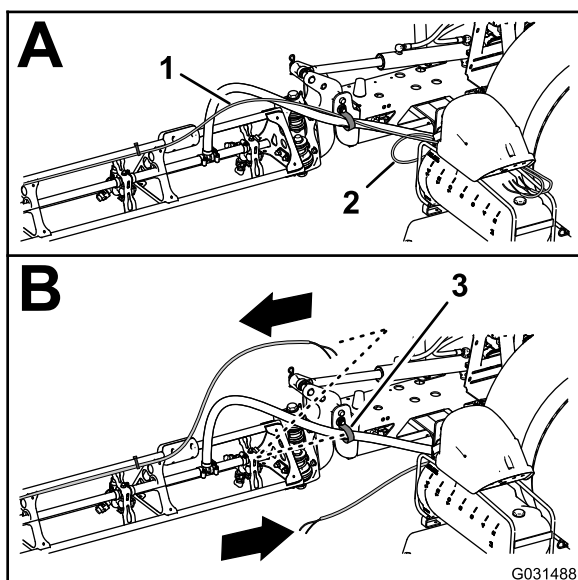

Figure 24
5. Déplacez en arrière les tubes des buses de mousse sur les sections de rampe gauche et droite et passez-les dans le collier en R près du point de pivotement de la section de rampe (Figure 24).